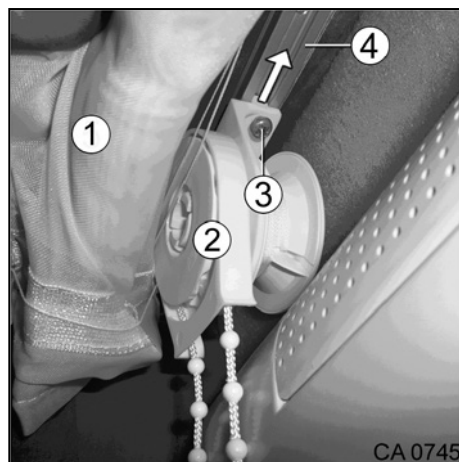

Fig. 183 Rideau
1. Soulever le rideau (Fig. 183/1).
2. Desserrer la vis de fixation (Fig. 183/3) de la poulie de renvoi (Fig. 183/2).
3. Guider la poulie de renvoi (Fig. 183/2) hors du rail (Fig. 183/4).
4. Desserrer la fermeture à scratch du rideau (Fig. 183/1).
5. Amener le rideau (Fig. 183/1) ensemble avec la poulie de renvoi (Fig. 183/2) au nettoyage à sec.